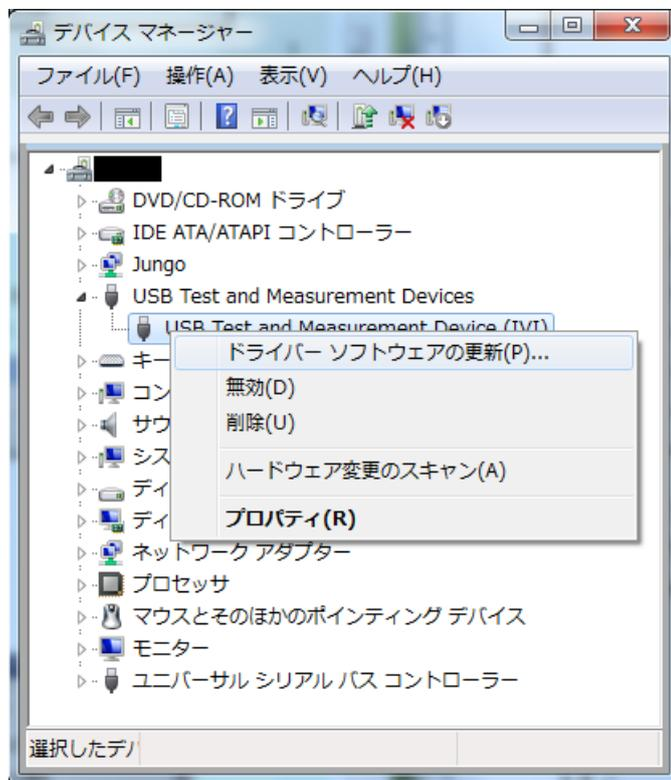

図 1-3
- ① デバイス・マネージャの画面を表示 (図 1-1) し、変更する計測器 USB Test and Measurement Device (IVI)を選択して右クリックすると、図 1-3 画面の表示になります。